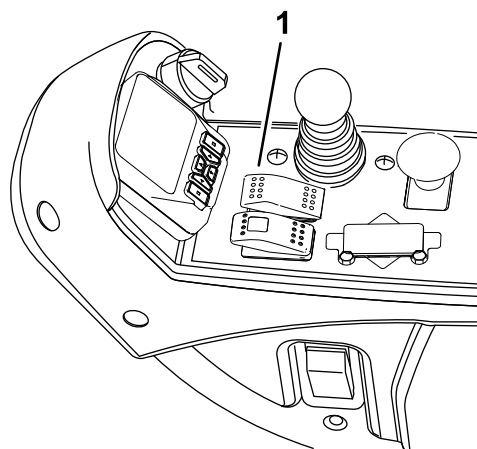
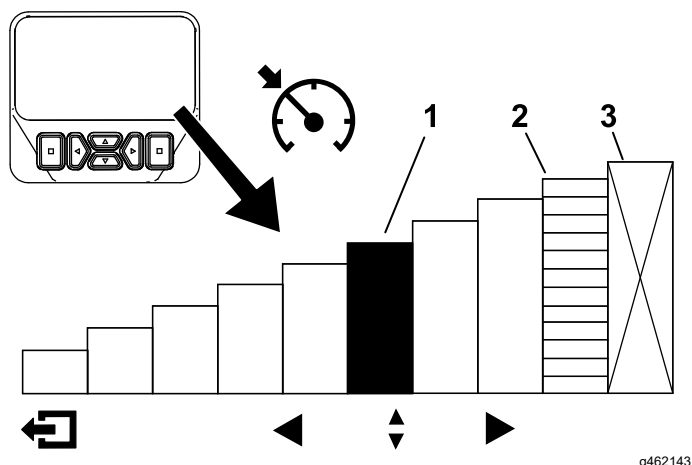

Figura 30
Figura 31
Una volta inserito il comando elettronico della velocità e regolata la velocità (Figura 30), utilizzate l'InfoCenter
per regolare l'impostazione della velocità del comando elettronico della velocità (Figura 30 e Figura 31).
1. Attivate l'interruttore del comando elettronico della velocità sulla plancia (Figura 30).
2. Utilizzate il display dell'InfoCenter per regolare la velocità impostata del comando elettronico della velocità (Figura 31).